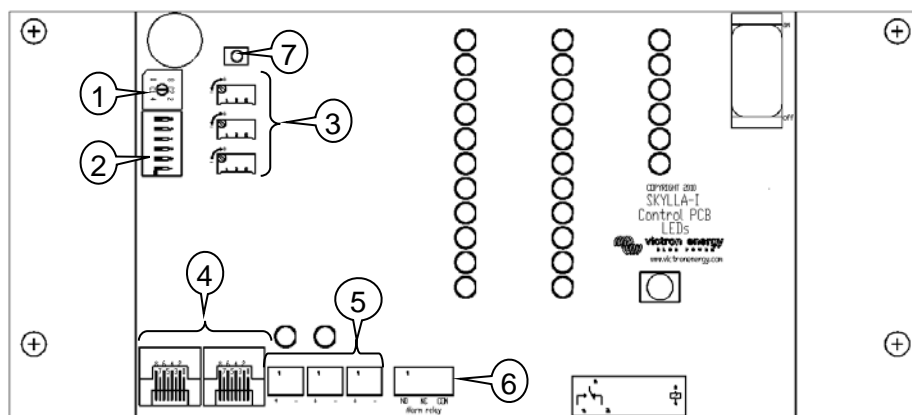

Afbeelding 6 Aansluiting netstroomkabel
2.3.7 De netstroom aansluiten (zie afb. 6)